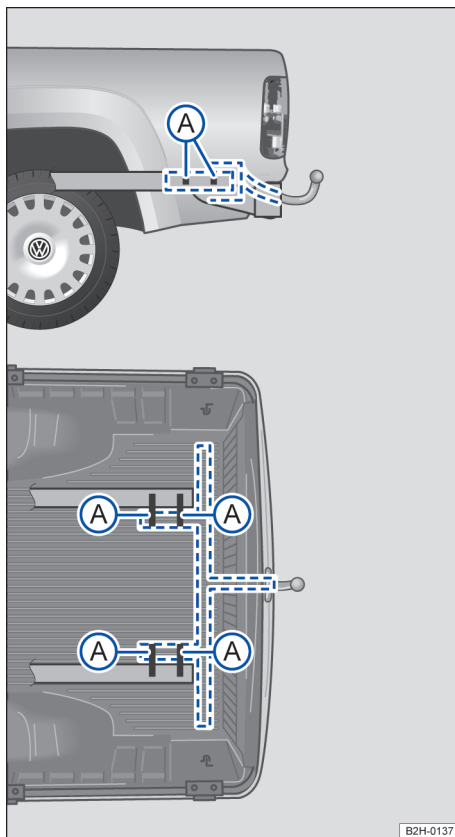
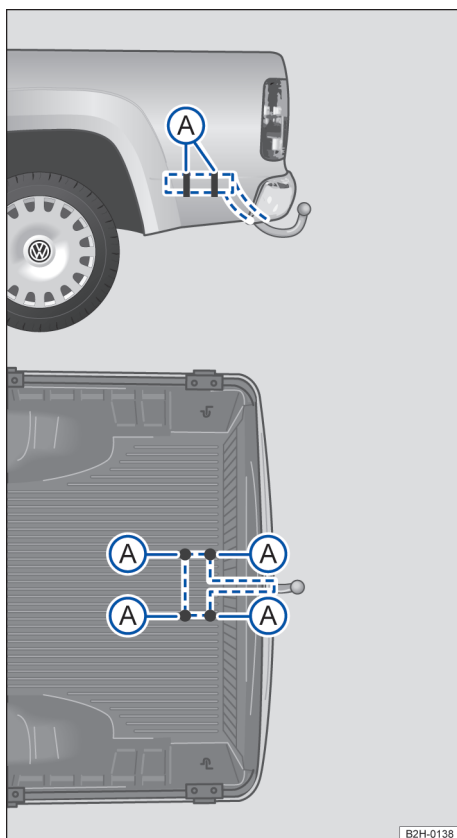

Fig. 136 Veículos sem para-choque: pontos de fixação para instalação posterior de um dispositivo de reboque.
Fig. 137 Veículos com para-choque: pontos de fixação para a instalação posterior de um dispositivo de reboque.
A instalação posterior de um dispositivo de reboque deve ser feita conforme as indicações do fabricante do dispositivo de reboque. O dispositivo de engate deve ser fixado nos pontos indicados → Fig. 136 (A) (veículos sem para-choque), e → Fig. 137 (A) (veículos com para-choque).